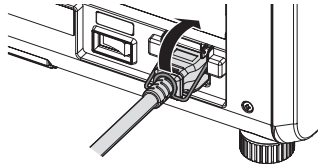

Fig. 1
- 1) Confermare che il supporto del cavo di alimentazione sia sollevato in modo da poter inserire il cavo di alimentazione. (Fig. 1)
- 2) Sollevare il supporto del cavo di alimentazione che fissa il cavo di alimentazione. (Fig. 1)